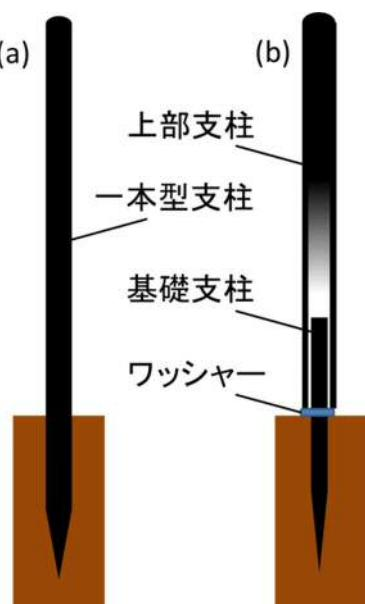

図1.1 支柱の種類
グラスファイバー製の支柱(図1.1)、ステンレス入りポリエチレンネット、
① 一本打込みタイプ(写真1.1、図1.1(a))
② セパレートタイプ（図1.1(b)）